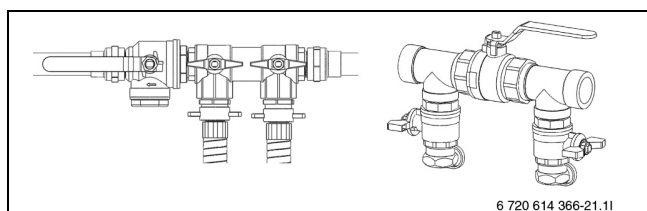

Fig. 29 Fyldesæt i normalposition
- ▶ Stil fyldeanordningens ventiler på normalposition (→ fig. 29) og sluk for fyldestationens pumpe.